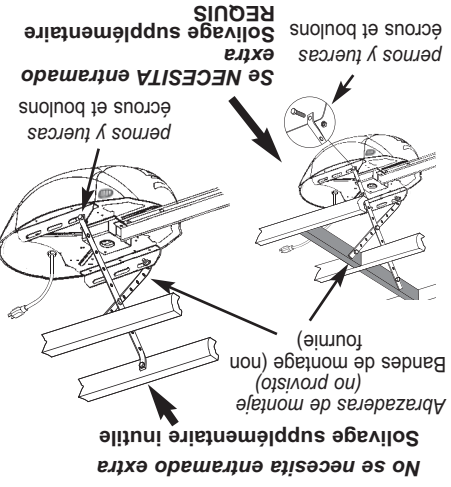

FIG. 2-6 Montaje de la caja de control. Montaje de la tête motorisée.
- En cielo rasos terminados, localice las viguetas o vigas de celosía usando un buscador de montantes o dispositivo similar. Acople el ángulo de hierro (no provisto) a las viguetas o vigas de celosía a través del material usando los pijas (provistas) (Fig. 2-6).
- En cielo rasos no terminados o abiertos, las abrazaderas se deben acoplar directamente a las viguetas o vigas de celosía. Dependiendo de la construcción del garaje, es posible que se requiera material adicional de montura (no provisto), el cual debe ser instalado de acuerdo a las técnicas de construcción apropiadas (Fig. 2-6).
- Acople las abrazaderas de montaje al cielo raso usando los pijas (Fig. 2-6).
- Sur les plafonds finis, localiser les solives et les fermes à l'aide d'un localisateur de montants ou dispositif de ce genre. Attacher les fermes à l'aide d'un localisateur de solives (non fournis) aux solives ou viguetes par les matériaux de finition à l'aide des vis tire-fond (fournies) (Fig. 2-6).
• Selon la construction du garage, un matériau d'armature supplémentaire éventuellement requis (non fournis) doit être installé conformément aux techniques de construction appropriées (Fig. 2-6).
- Fixer les bandes de montage au plafond à l'aide des boulons tire-fond (Fig. 2-6).
- Définir la hauteur de la tête motorisée comme suit: (Fig. 2-6).